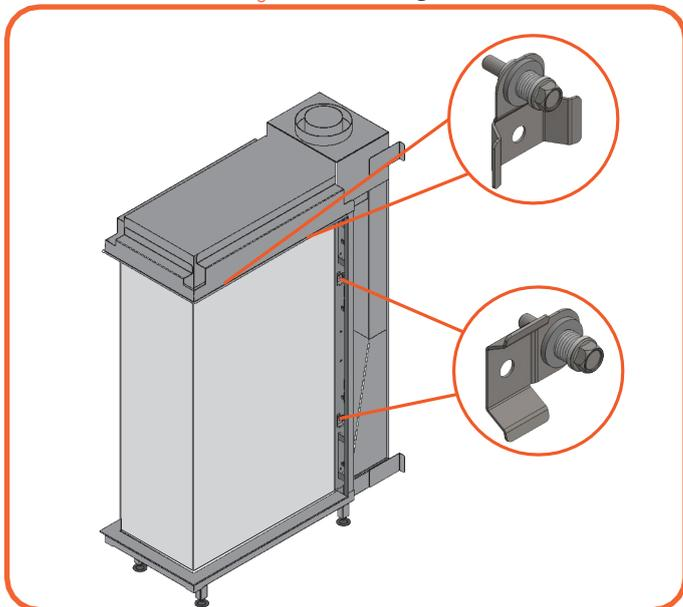

Fig. 9.6 Ouverture des pinces à verre
- Ouvrez les pinces à verre sur le côté de la vitre (voir figure 9.6). Il s'agit de deux pinces par côté pour les modèles L et M, et d'une pince pour le modèle S.